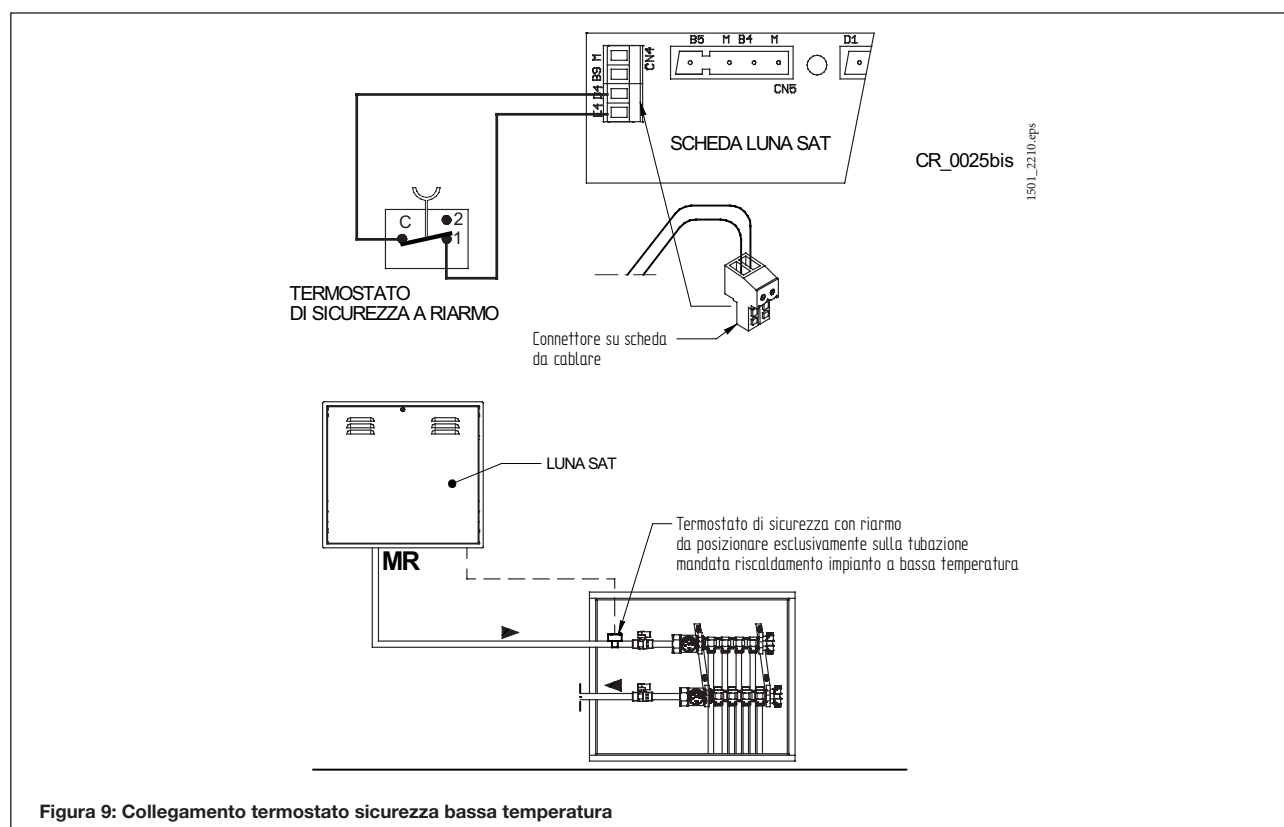

Figura 9: Collegamento termostato sicurezza bassa temperatura
- Togliere il ponticello presente sui morsetti (CN4: E4 - D4) della scheda elettronica (si veda schema elettrico del § 9 e Figura 9).